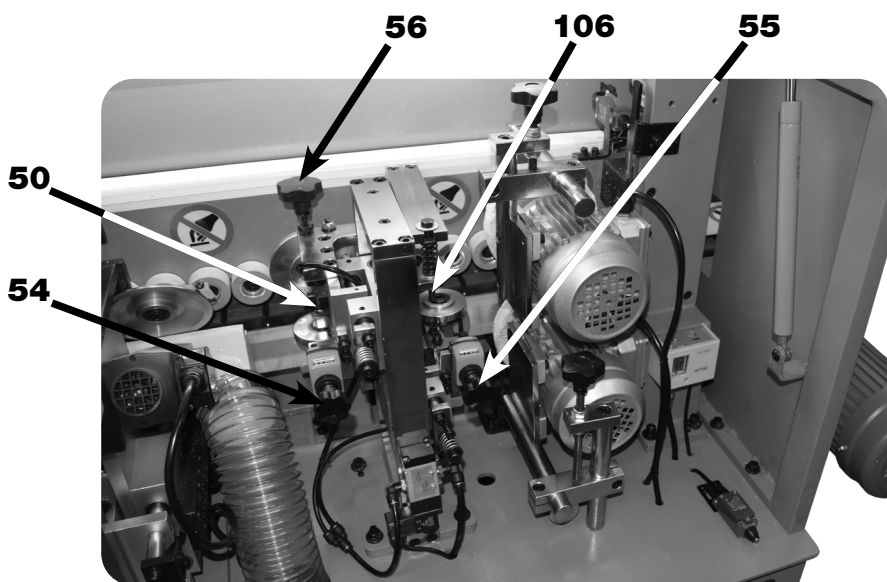

FIGURA 40 – Ajuste da posição das Lâminas do Raspador
5. Ajuste da posição das Lâmina (50) e (51) do Raspador (14) (figura 40):
- a) **SOLTAR** os Parafusos de Trava do Raspador (106);
- b) **GIRAR** o Manipulo (54) e (55) no sentido horário para movimentar a ferramenta para frente;
- c) **GIRAR** o Manipulo (54) e (55) no sentido anti-horário para movimentar a ferramenta para trás
- d) **GIRAR** a manipulo (56) no sentido horário para avançar a ferramenta no sentido vertical;
- e) **GIRAR** a manipulo (56) no sentido anti-horário para recuar a ferramenta no sentido vertical;
- f) **APERTAR** os Parafusos de Trava do Raspador (106);